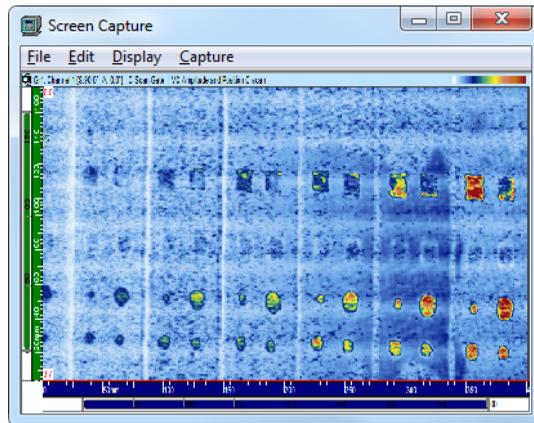

Figure 10-18 Exemple d'une capture de fenêtre avec l'utilitaire de capture d'écran
- (3) Relâchez le bouton du dispositif de pointage dans le coin opposé de la zone rectangulaire souhaitée.
- L'image de la zone sélectionnée apparaît dans l'utilitaire de capture d'écran (voir la Figure 10-18 à la page 481).